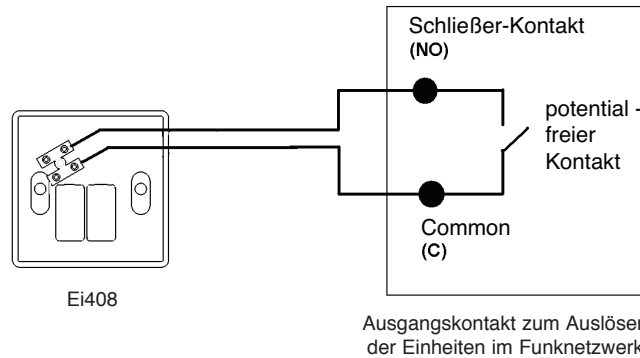

Abbildung 1
2. Verlegen Sie die Kabel ordentlich zu den potentialfreien Kontakten, die das Ei408 Eingangsmodul auslösen sollen, und schließen Sie die Lüsterklemme wie in Abbildung 1 dargestellt an.